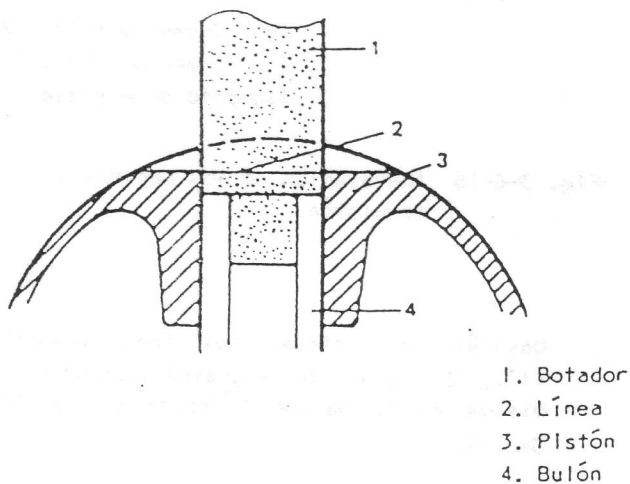

Fig. 3-6-15 Línea marcada en el botador
(3) Introduzca el bulón de pistón hasta que la línea del botador quede al mismo nivel que la superficie del pistón. (Fig. 3-6-15).